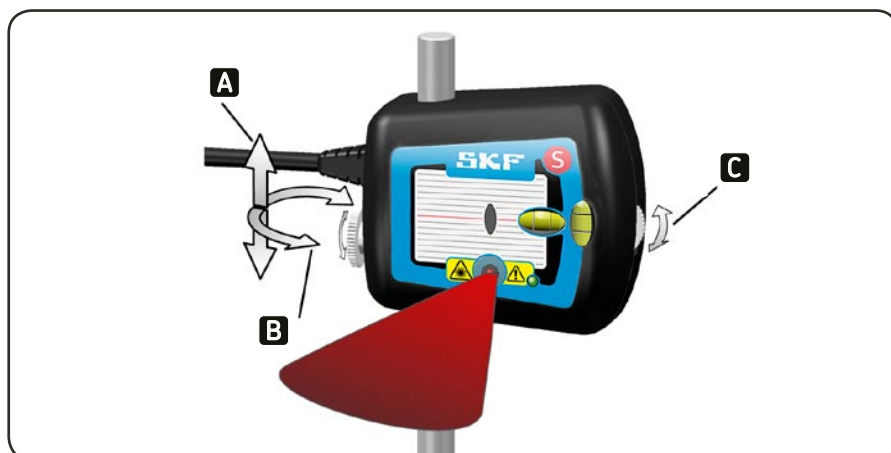

Fig. 12. Justeringsmekanism
- c) För grovinställning lossas mäthenheten med fastsättningsvredet på enhetens sida (fig. 12). På så sätt kan mäthenheten skjutas upp och ner på stängan och samtidigt vridas fritt. För fininställning i höjded används de infällda justeringsvreden på mätheneterna.